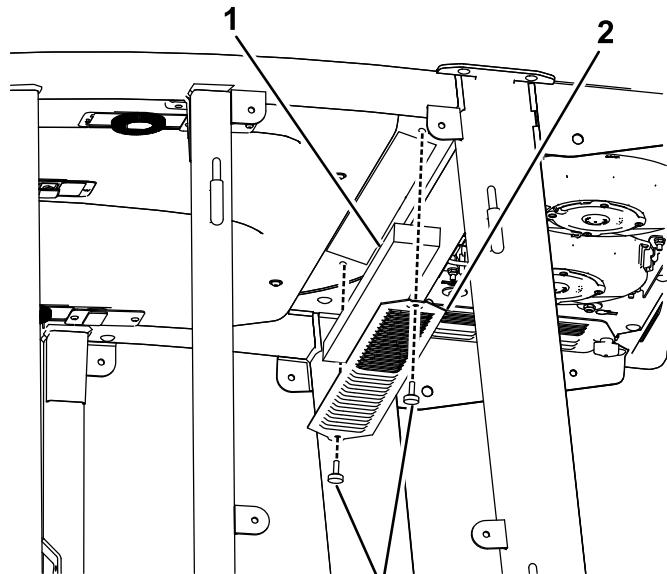
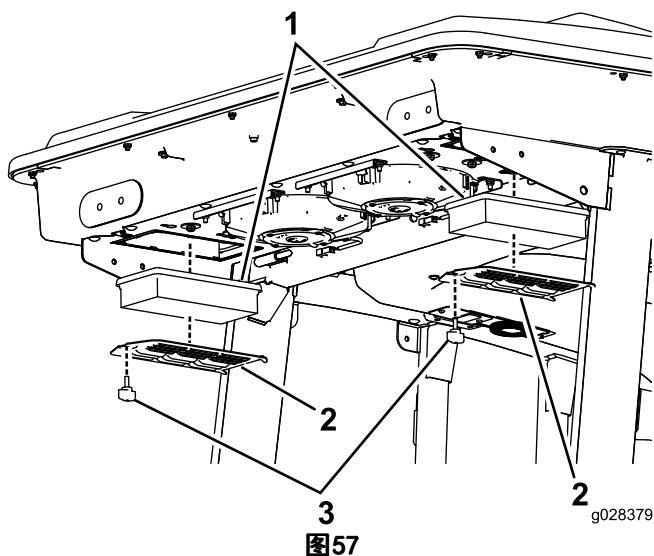
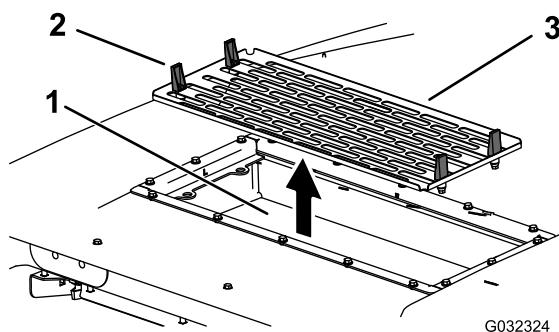

图56
图57
图59
1. 拆下驾驶室内和驾驶室外空气滤清器的手拧螺丝和格栅（图56 和 图57）。
5. 拆下空气滤清器（参见 图57）。
7. 安装空气滤清器、滤网及风扇总成（图57、图59 和 图58）。
4. 打开空调总成上的 4 个闩锁，取出滤网（图59）。